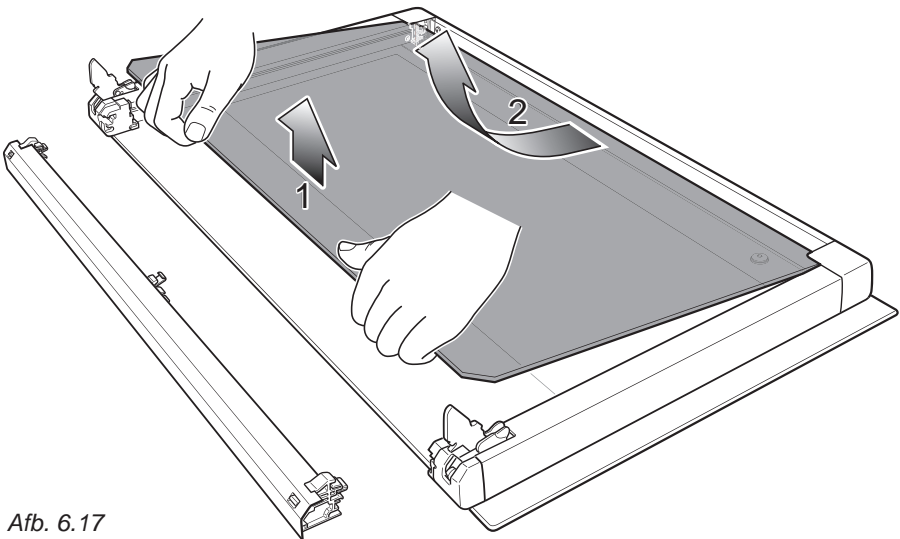

Afb. 6.16
1. Verwijder de ovendeur en leg het op een zachte ondergrond **BELANGRIJK:** De deur moet horizontaal neergelegd worden zoals aangeduid in afb. 6.16.